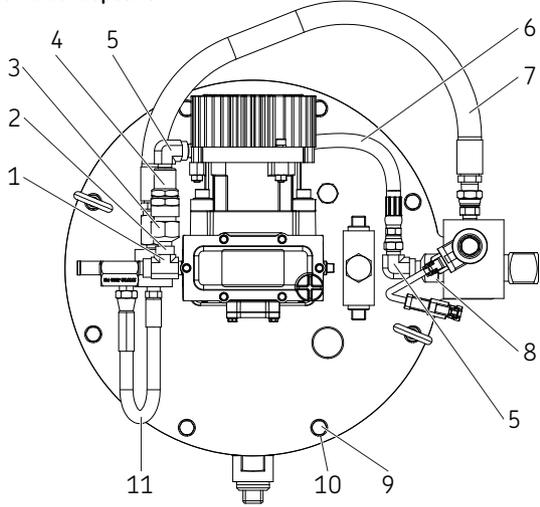

Fig. 4
La bomba no producirá una presión suficiente de lubricante si la válvula de retención de salida (4) está contaminada (→ Fig. 3 y Fig. 4, page 10). Se pueden acumular materias extrañas debajo de la bola de retención (45) o entre el disco de retención (43) y el asiento (44) del conjunto de buje (42). Las superficies de sellado del asiento deben formar un sello perfecto. Limpie las piezas o reemplácelas si están picadas, desgastadas o rayadas.
- 1 Apague y desconecte la fuente de alimentación eléctrica al conjunto de bomba (17).
- 3 Quite el codo (5) y la manguera (6).
- 4 Quite el conjunto de válvula de retención de salida (4) y el adaptador (3) aflojando el adaptador de la te (1).
- 5 Quite el adaptador (3) del conjunto de válvula de retención de salida (4).
- 6 Quite el conector de salida (47) del buje (42).
- 7 Quite el asiento de retención de bola (44) del conector de salida (47).
- 8 Tire del conjunto de disco de retención (43) sacándolo del asiento de retención de bola (44).